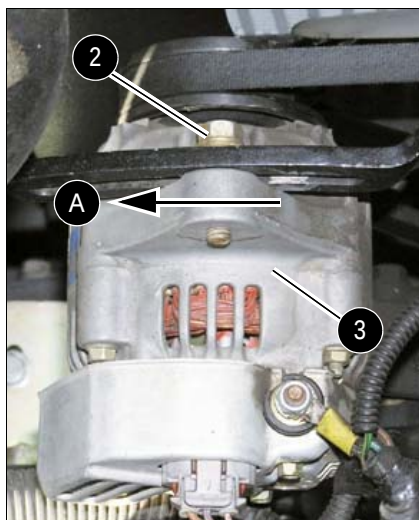

Fig. 34: Retensado de la correa
- ☞ Utilizando un medio auxiliar adecuado, mover el alternador de corriente trifásica en dirección de la flecha A hasta que se haya alcanzado la tensión correcta (Fig. 34)